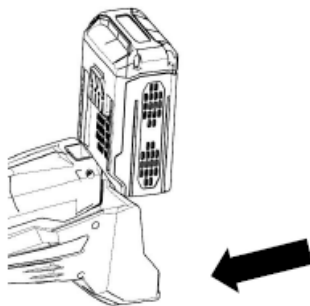

Fig .4
1. Insira a bateria nos slots até ouvir um som de “clique” (Fig. 4).